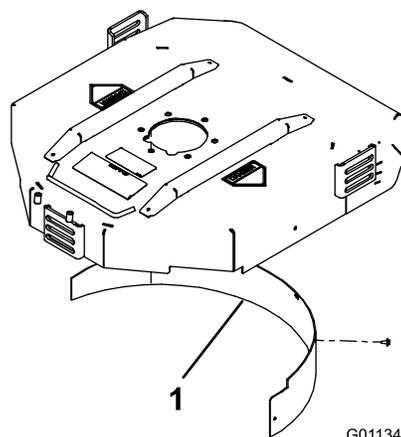

Figura 10
2. Montate il deflettore per mulching nell'apertura posteriore e fissatelo con 5 bulloni a testa flangiata (Figura 10).